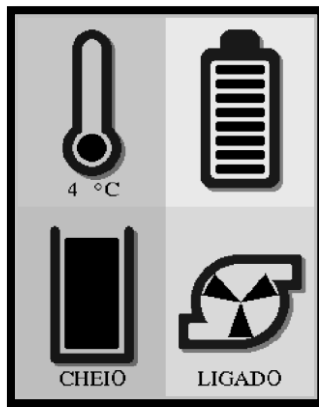

Figura 2- Tela principal com status de tela
1. Tela principal/status (Figura 2) – onde constam as seguintes informações: